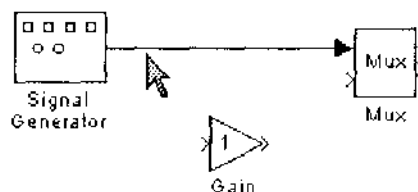

图 6-15
(1) 把鼠标放在 Signal Generator 模块与 Mux 模块之间的连线上,如图 6-15 所示。